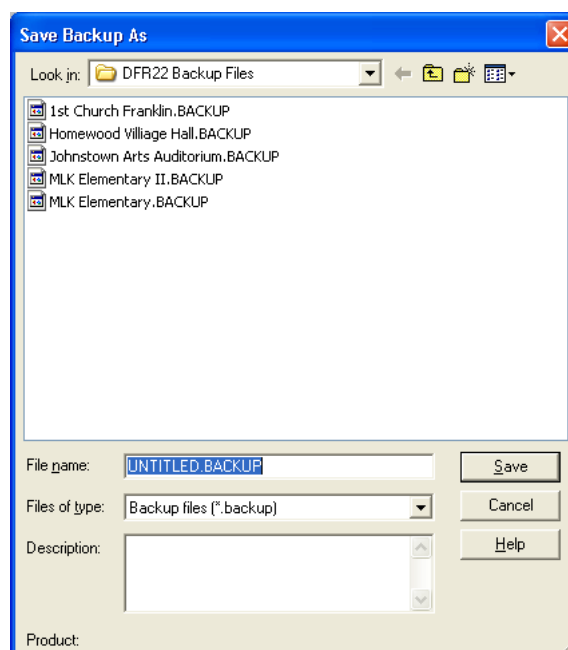

FIGURE 4-6 : Boîte de dialogue « Save Backup As »
5. La boîte de dialogue « Save Backup As » (Enregistrer la sauvegarde sous) apparaît, comme illustré ci-dessous sur la droite à la figure 4-6.
3. La boîte de dialogue « Open Backup » (Ouvrir la sauvegarde) apparaît, semblable à la boîte de dialogue « Save Backup As » illustrée sur la droite à la figure 4-6.